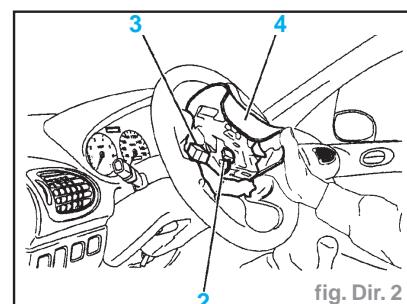
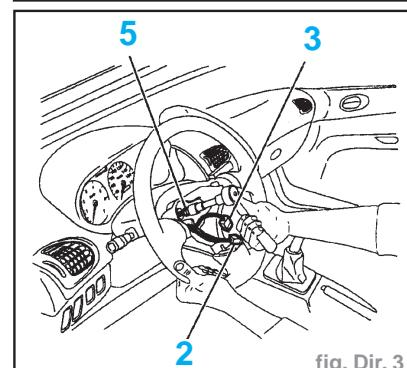

fig. Dir. 2
fig. Dir. 3
- Débrancher le connecteur (2) (orange) (fig. Dir. 2).
- Engager une lame de tournevis dans le connecteur (3) et tirer sur celui-ci pour le déconnecter.
- Déposer le module (4).
- Desserrer la vis (5) de quelques filets (fig. Dir. 3).
- la vis (5)
- Déposer la vis (2).